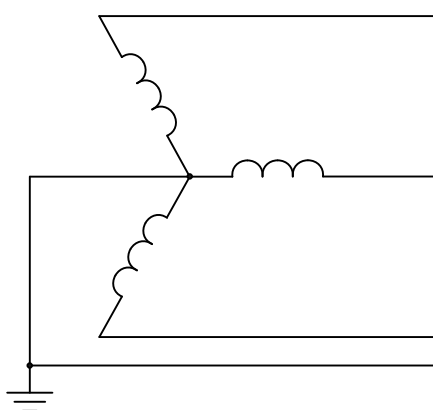

Рисунок 3.
4. трехфазная четырехпроводная сеть с заземленным нулевым проводом (рис. 3).